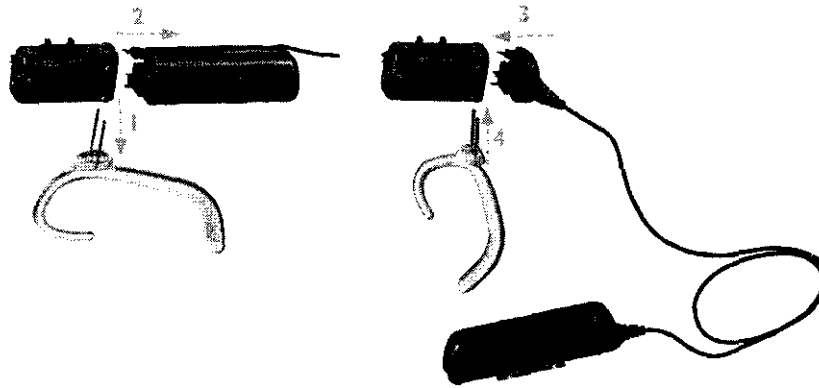

Fig. 12 Cambiando el porta baterías
- 4) Fije la conexión, insertando los dos pines del codo para porta baterías angulado (ver Fig. 12) en los dos agujeros de la base de la unidad de control.